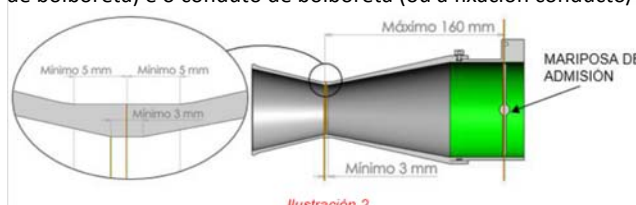

Ilustración 2
Para motores atmosféricos, este diámetro debe manterse sobre unha lonxitude mínima de 3 mm medido augas abaixo dun plano perpendicular ao eixo de rotación situado a un máximo de 160 mm augas arriba dun plano paralelo ao anterior e que conteña ao eixo da bolboreta de admisión (ver ilustración 2).
- Para motores sobrealimentados, entre os parafusos de fixación, entre a brida (ou a fixación brida/carcasa do compresor), a carcasa do compresor (ou a fixación carcasa/placa de peche) e a carcasa da turbina (ou a fixación carcasa/placa de peche) (ver ilustración 2).